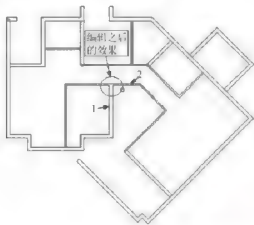

图7-23
**步骤2:** 在【多线编辑工具】对话框。单击需要的多线编辑工具, 各个工具的具体使用方法请读者参考前面所学的知识点。在这里单击“T形打开”按钮 , 在绘图区单击需要编辑的两条多线, 如图7-23所示。